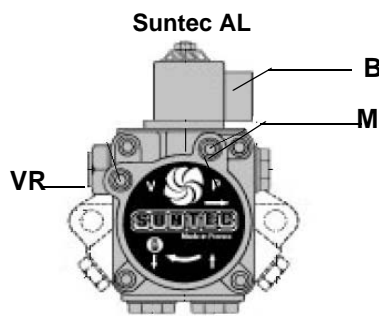

Fig. 18
- 2 desconectar el conector de la bobina **B** en la bomba (Fig. 18) para evitar que el gasóleo ingrese a la cámara de combustión.
- 5 purgar el aire de la conexión manómetro **M** de la bomba, aflojando levemente el tapón, sin quitarlo (Fig. 18);
- 8 volver a conectar la bobina **B** en la bomba (Fig. 18)